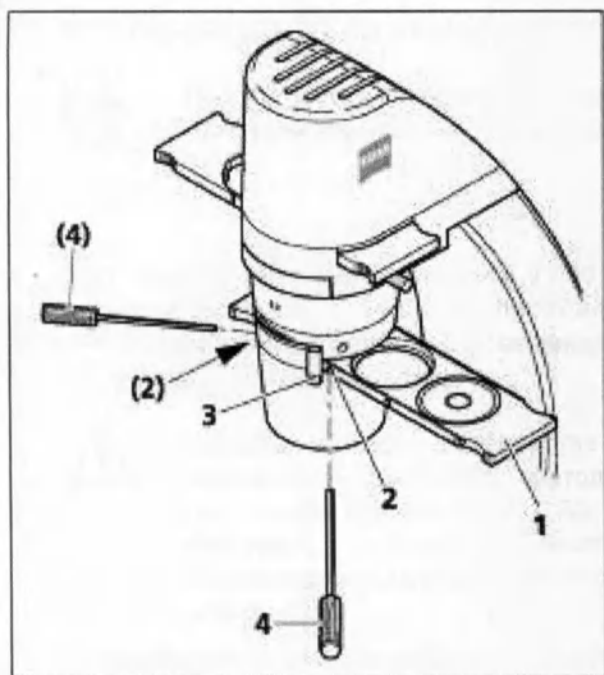
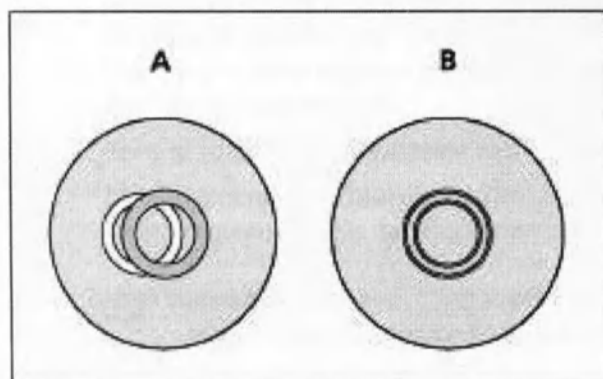

Рис. 15 Установка задвижки
Рис. 16 Центрирование кольцевой диафрагмы
- С помощью рычага (рис. 15/3) на конденсоре полностью откройте апертурную диафрагму.
- Вдвиньте в ход луча задвижку (рис. 15/1) с подходящей для применяемого объектива позицией фазовой диафрагмы (Ph 0, Ph 1 или Ph 2) на конденсоре, при этом следите за правильным положением фиксации.
- Контролируйте центрирование кольцевой диафрагмы в соответствии с изображением на рис. 16. Для этого выньте один окуляр и замените его диоптером.
- При необходимости проведите центрирование кольцевой диафрагмы (рис. 16/A) двумя ключами для внутреннего шестигранника SW1,5 (рис. 15/4) с помощью двух юстировочных винтов (рис. 15/2) соответствующей позиции задвижки так, чтобы изображение соответствовало рис. 16/B.